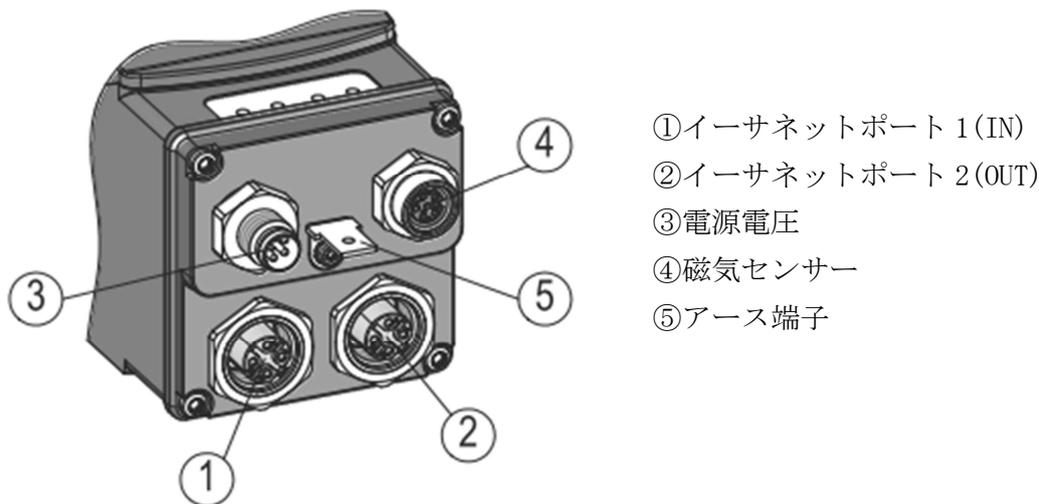

図2：コネクタ配置
- ・①イーサネットポート 1(IN) : M12 4ピン メス(Dコード) (図2参照)
- ・②イーサネットポート 2(OUT) : M12 4ピン メス(Dコード) (図2参照)
- ・③電源電圧 M8 4ピン オス(Aコード) (図2参照)
またアース端子⑤をアース接続してください。(図 2 参照)